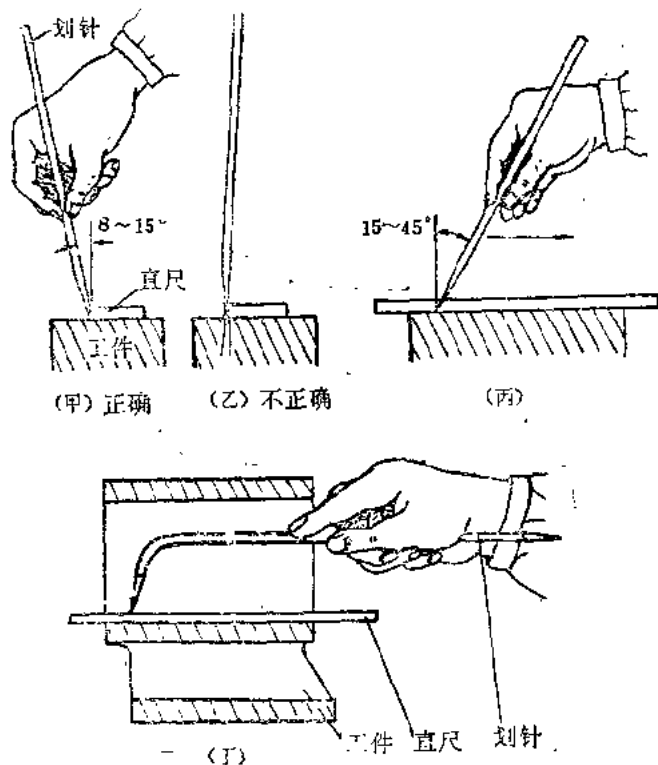

图 2
3.划针的使用与保养：在平面划线中，划针是靠着平尺、角尺，多数是靠在钢板尺的直边或样板的曲边上，在工件表面上划出线来。划针的使用方法正确与否对划线的准确性有直接关系。正确的使用方法，可参看图2。
右手拿划针（象拿铅笔一样），将划针紧贴于尺的直边或样板的曲边上，由于划针的尖角为 $10^{\circ}\sim 20^{\circ}$ ，所以划针应向尺边外倾斜一个角度，大约为 $8^{\circ}\sim 15^{\circ}$ ，如图2（甲）所示；图2（乙）的划法是不正确的方法。
划针划线时还有另一个倾斜角，就是向划针前进方向（即向人体或右侧）倾斜 $15^{\circ}\sim 45^{\circ}$ ，见图2（丙）。在右手拿划针时，划线时划针总是由前方向人的怀里划，或者由左向右划，而绝不是相反。
弯头划针的使用方法，如图2（丁）所示。划针的倾斜角与直划针相同。